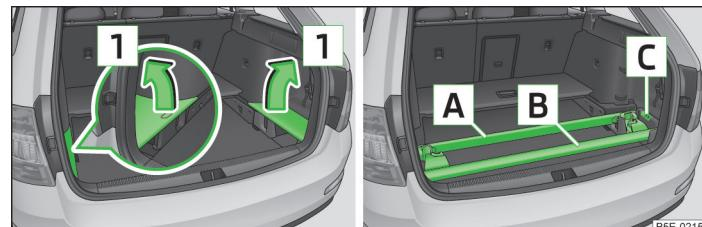

Fig. 90 Extraer las cubiertas laterales / guardar correctamente la baca portaequipajes
- Extraiga las cubiertas laterales del maletero en el sentido de la flecha **[1]** » fig. 90.
- Vuelva a introducir las cubiertas laterales del maletero en el sentido contrario al de la flecha **[1]** » fig. 90.
- Las llaves para las bacas portaequipajes se pueden guardar en la cavidad **[C]** » fig. 90.